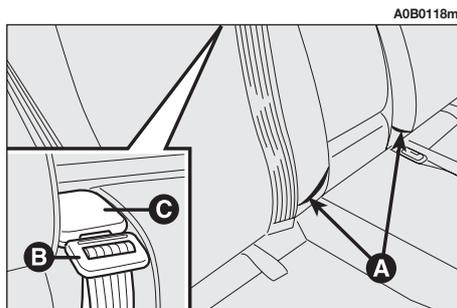

fig. 40
– Verificare che le fibbie (A-fig. 40) delle cinture di sicurezza laterali siano inserite nelle rispettive tasche sullo schienale e la linguetta (B-fig. 40) della cintura centrale addominale sia inserita nel supporto (C-fig. 40).